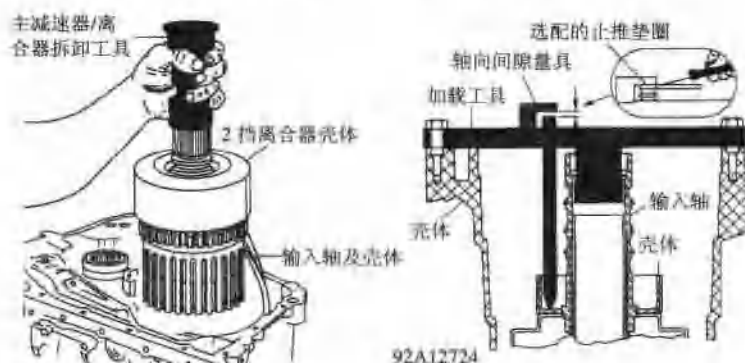

图4.62 输入离合器与2挡离合器总成的拆卸
① 如图4.62所示使用专用工具(J-3381)将2挡离合器(618)及输入轴离合器外壳(632)作为一个总成拆下。
② 调整主传动/离合器拆卸/安装器(J-33381),确保螺杆完全松开,在离合器壳体总成内安装拆卸/安装器,拧紧螺杆直到螺杆指爪压紧。
③ 提升2挡离合器和输入离合器总成,提升拆卸/安装器,拆下输入离合器和2挡离合器总成、楔块离合器总成包括3挡离合器楔块外圈(653)、输入离合器楔块外圈(665)、3挡离合器楔块内圈(661)以及主动太阳轮(668),再将整个总成放在工作台上,松开螺杆并拆下拆卸/安装器,提起2挡离合器壳体总成使其离开输入离合器壳体。